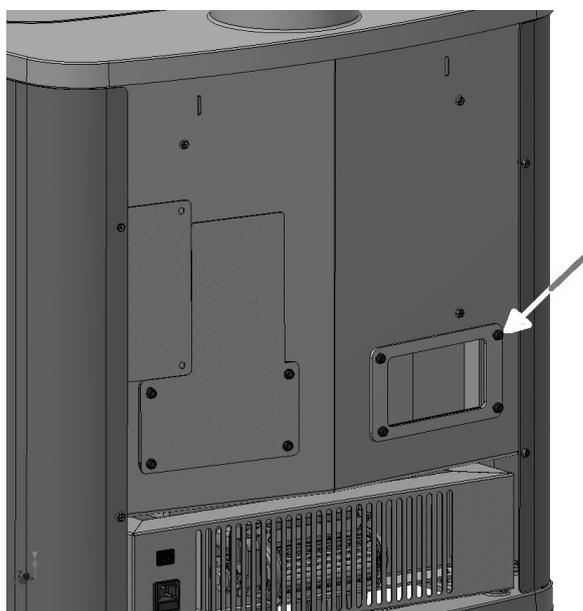

Fig. 14 - Remover os parafusos
- Abrir a tampa de limpeza, desapertando os 4 parafusos CH 8 (ver **Fig. 14**).